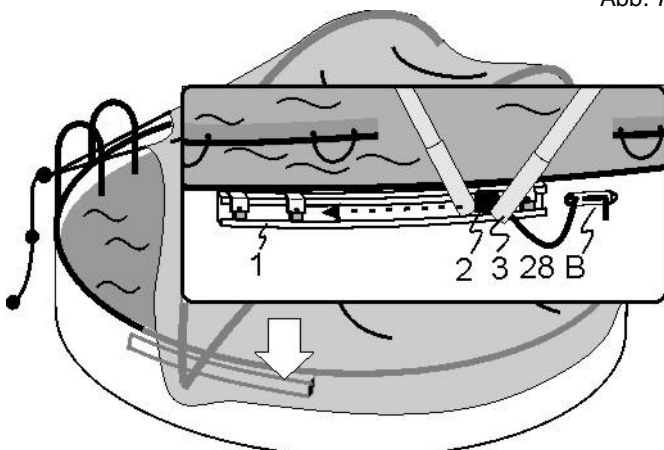

Abb. 7.4
- Jetzt das Seil (4) vom Spanner (28/B) lösen und den Schieber (2) bis zum Ende des „C“ Profil (1) schieben. (Abb. 7.4)